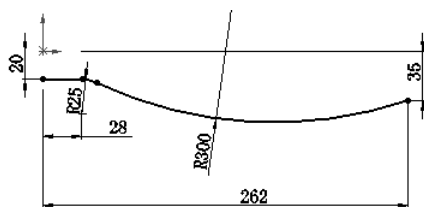

图 6.15.2 草图 1
Step2. 创建如图 6.15.2 所示的草图 1。选择下拉菜单 **插入(I)** **草图绘制** 命令,
选取前视基准面作为草图基准面, 绘制图 6.15.2 所示的草图 1; 选择下拉菜单 **插入(I)**  **退出草图** 命令 (或单击图形区右上角的  按钮), 退出草图绘制环境。